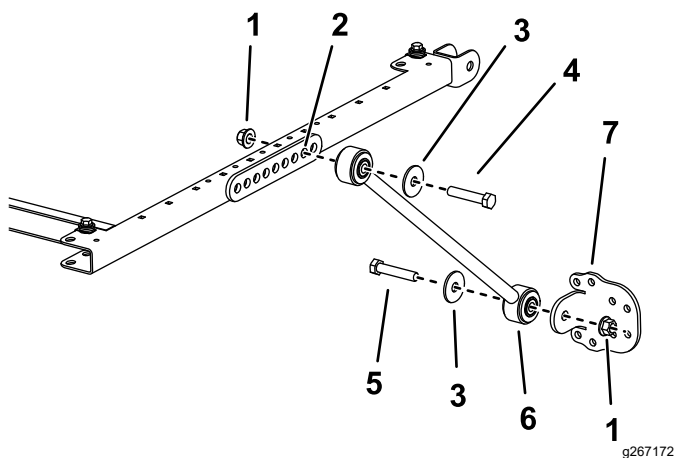

Figure 5
5. De chaque côté du cadre du pare-soleil, fixez légèrement un renfort dans le deuxième trou du support de renfort à l'aide d'un boulon ($\frac{1}{2}$ " x $2\frac{3}{4}$ "), d'une rondelle ($\frac{1}{2}$ "), et d'un écrou à embase ($\frac{1}{2}$ "), comme montré à la Figure 5.
6. Fixez légèrement un support à chaque renfort à l'aide d'un boulon ($\frac{1}{2}$ " x $2\frac{1}{2}$ "), d'une rondelle ($\frac{1}{2}$ ") et d'un écrou à embase ($\frac{1}{2}$ "), comme montré à la Figure 5.